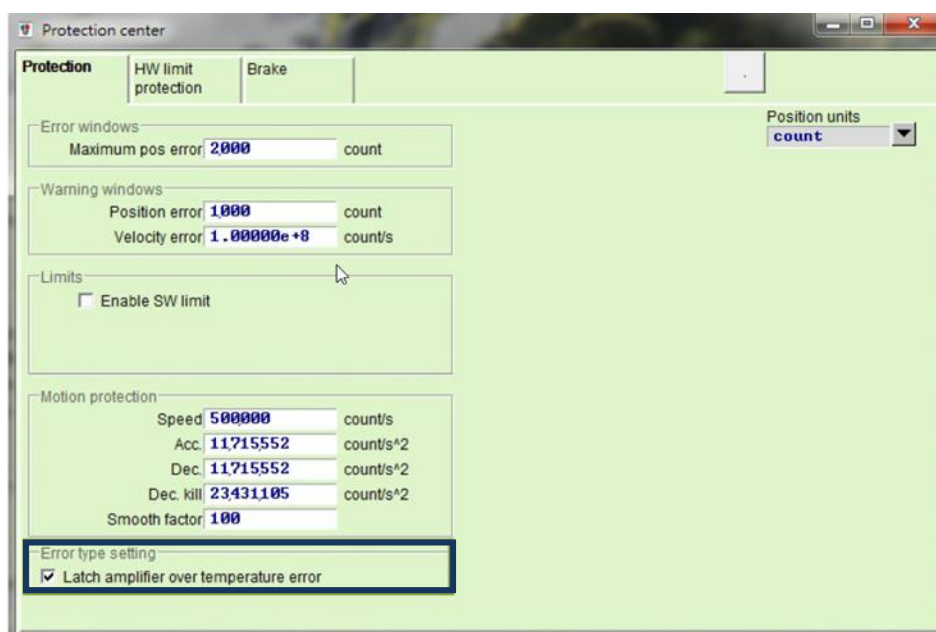

図 9.3.1
- (1) 図 9.3.1 の手順で最大位置誤差を修正します。
- (2) 位置誤差をデフォルト値より高く設定することはお勧めしません。 初期値のままで「E03 PEBIG」または「ERR E03」が表示される場合は、サーボ剛性を調整してください。
Protection center の [Protection] タブをクリックします。図 9.3.1 のように、エラー種別設定の設定エリアで、この機能を有効または無効にします。Latch amplifier over temperature error のチェックボックスをチェックして、自動エラー処理機能を無効にします。チェックボックスがチェックされていない場合、自動エラー処理機能が有効になります。